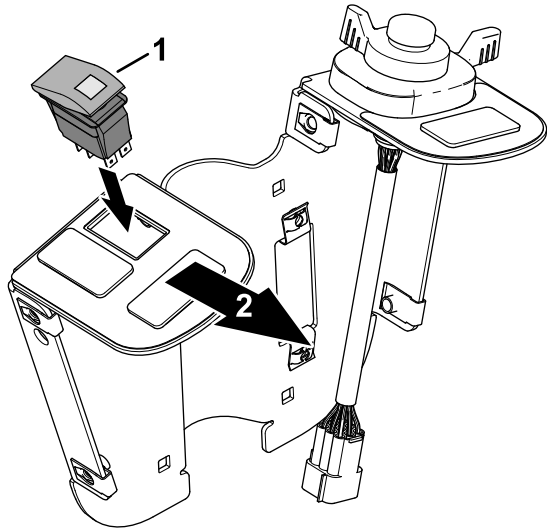

Figure 30
5. Placez l'interrupteur à bascule sur le support en dirigeant le voyant vers l'avant de la plaque de commutateurs (Figure 30).